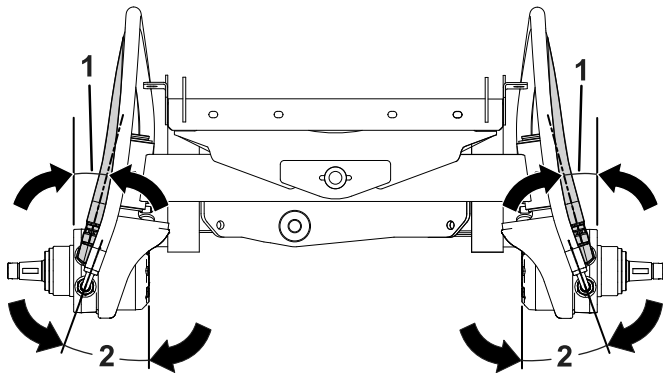

Figuur 11
3. Monteer de nieuwe rechte fitting en de elleboogfitting van 90° aan de wielmotor (**Figuur 11**).
6. Monteer de slang met de rechte fittings op de elleboogfitting van 90° (**Figuur 11**).
7. Monteer de slang met de elleboog van 90° op de rechte fitting (**Figuur 11**).
16. Verwijder één dop per keer en monteer de juiste slang aan de hydraulische leiding zoals getoond in Figuur 11.
17. Verwijder de resterende dop en monteer de slang aan de hydraulische leiding (Figuur 11).